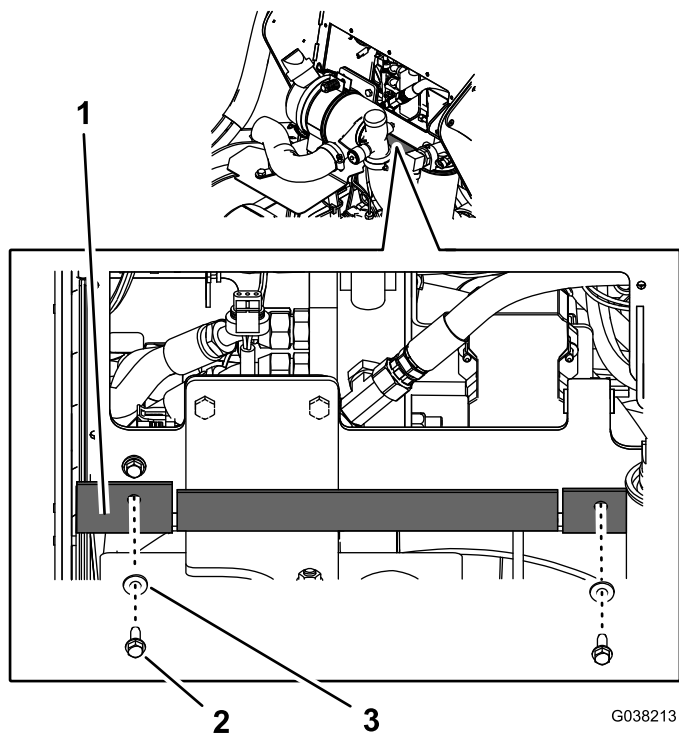

Figure 5
2. Retirez les 3 vis à embase ( $\frac{1}{4}$ " x  $\frac{3}{4}$ ") et les 3 rondelles ( $\frac{1}{4}$ ") qui fixent l'avant du déflecteur en caoutchouc au bas du cadre du panneau de commande (Figure 5).